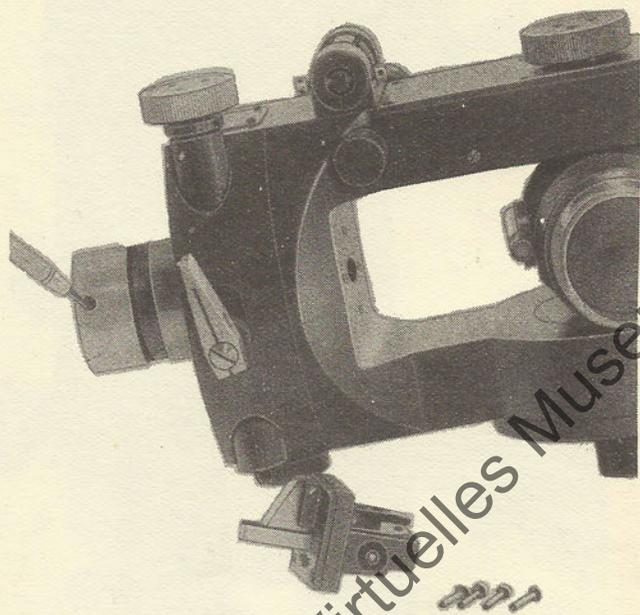

Bild 8
- 2.(Bild 8) Gerät aus dem Dreifuß herausheben und Steckzapfen so weit drehen, bis die Sicherungsschraube durch die Bohrung des Steckzapfens herausgeschraubt werden kann.